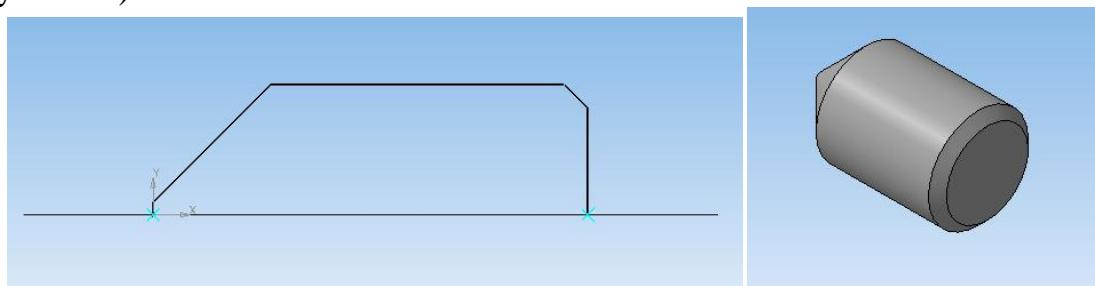

Рисунок 97.
3. Разрушьте и отредактируйте изображение (рисунок 97).
4. Выберите команду «Операция вращения», создайте тело вращения (рисунок 97).